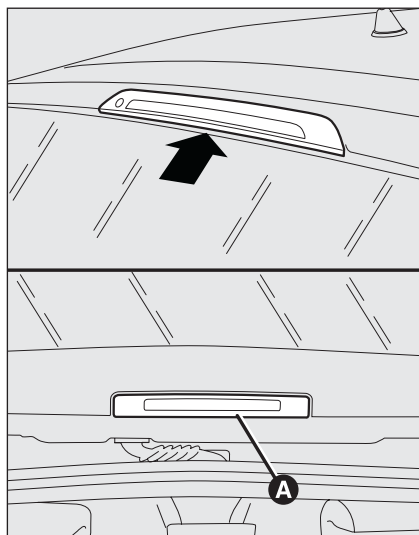

fig. 32
- ☐ rimuovere la copertura **A-fig. 32**;
- ☐ rimontare la copertura **A-fig. 32** e successivamente chiudere il bagagliaio.